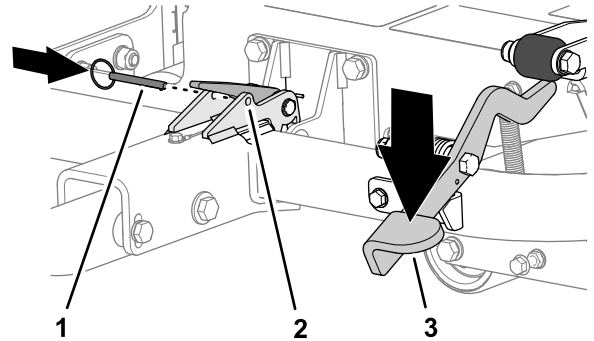

图 19
3. 踩到挂钩踏板上直到挂钩锁入就位 图 19。
4. 将锁定销插入闩锁中的孔内 图 19。